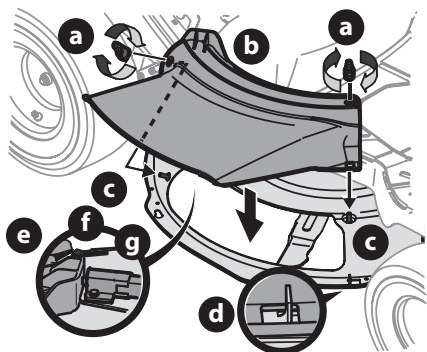

Figura 11
1. Extraiga las perillas de aleta (a) que se instalaron en la plataforma de corte y consérvelas para colocarlas posteriormente (Figura 11).
2. Coloque el canal de la plataforma (b) en la abertura de descarga sobre la plataforma. Los espárragos (c) en la superficie de la plataforma calzarán en los orificios de la parte superior del canal de la plataforma (b). La pequeña lengüeta (d) del borde de la plataforma calzará en el recorte cuadrado de la parte inferior del canal de la plataforma (b) (Figura 11).
NOTA: compruebe que la parte superior-trasera del canal de la plataforma (b) esté oprimiendo el interruptor de seguridad (e) que está ubicado en la superficie de la plataforma. El motor no arranca si el canal de la plataforma (b) no está correctamente ubicado en su lugar (Figura 11).
3. Sujete el canal de la plataforma (b) ajustando las perillas de aleta (a) que se extrajeron en el paso 1 (Figura 11).